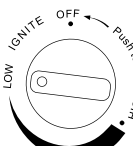

Рис. 22.
4. После того как очаг загорится, отпустите ручку управления. Нажмите и поверните ручку управления в положение HIGH (МАКСИМУМ), затем отпустите ручку управления. Если вы хотите снизить температуру, нажмите на ручку управления и поверните по часовой стрелке в положение LOW (МИНИМУМ) (рис. 22).